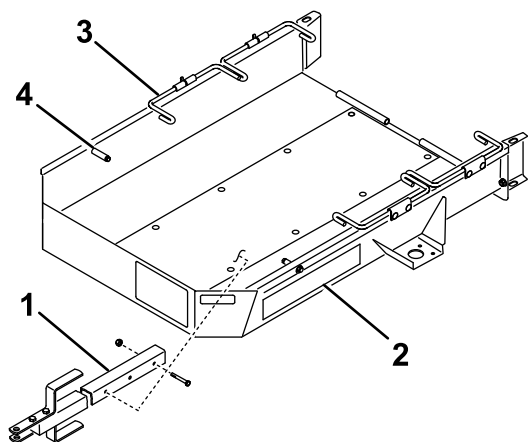

Figura 2
4. Monte o conjunto do garfo no suporte de montagem no lado inferior da plataforma do atrelado com dois parafusos (3/8 x 2-3/4 pol.) e duas porcas de bloqueio (Figura 2).
4. Mova o acelerador para a posição mais lenta e **lentamente** conduza a máquina para o atrelado até que as rodas de transporte contactem os batentes do atrelado (Figura 2).
6. Incline o primeiro conjunto das barras das rodas para baixo por trás das rodas de transporte (Figura 2).